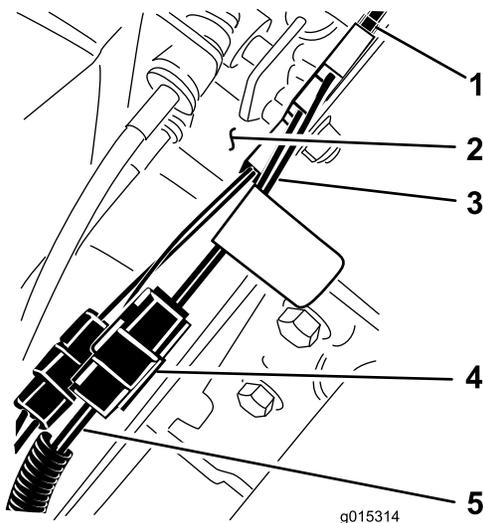

Figure 3
5. Connectez le faisceau de câblage au contacteur et au connecteur, avec le fil bleu et jaune, sur le faisceau du véhicule près du levier sélecteur (Figure 3).